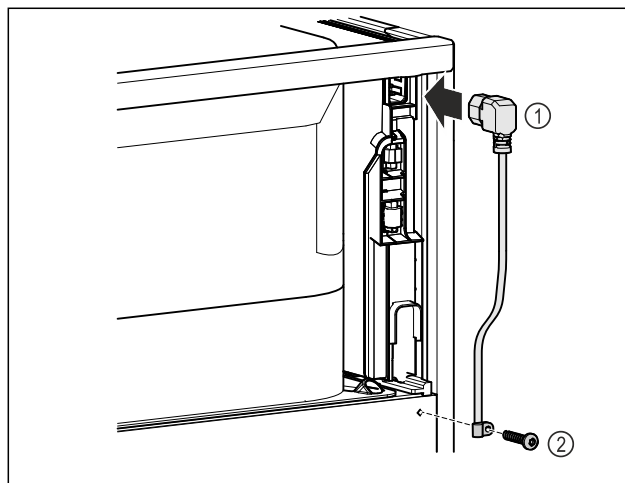

Fig. 11
- ▶ Sett inn kuldeapparatboksen til strømforsyningsledningen Fig. 11 (1) på baksiden av apparatet.
- ▶ Monter trekkavlastingen. Fig. 11 (2)